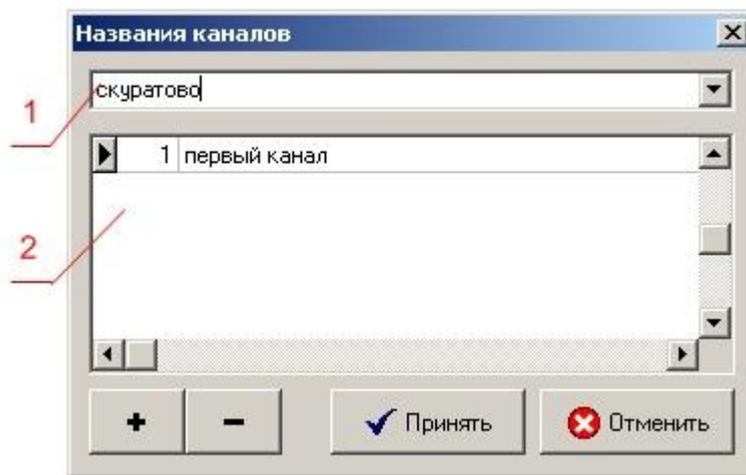

Рис. 37. Форма настройки названий каналов программы «Менеджер данных РСБП «Стрим»
- форма настройки названий каналов приведена на рис. 37. Эта форма позволяет пользователю изменить установленные ранее названия каналов расходомера на более осмысленные, например, "сток условно-чистых вод № 1", вместо "Канал 1". Заданное название отображается как в отчетах по журналу работы РСБП, так и в окне протокола работы программы. Вызвать форму на экран, можно выбрав пункт Опции-> Названия каналов главного меню программы
Так как каждый блок индикации может обслуживать до пяти измерительных каналов, после занесения его в таблицу опрашиваемых приборов необходимо уточнить, с какими именно измерительными каналами он работает. Для этого откройте пункт Опции-> Названия каналов главного меню программы. На экране отобразится форма ввода, приведенная на рис. 37. Кнопки «+», «-», «Принять» и «Отменить» функционально аналогичны рассмотренным ранее.
В выпадающем списке 1 (рис. 37) выберите название прибора, измерительные каналы которого вы хотите описать. Нажмите кнопку «+», чтобы добавить этому прибору измерительный канал. В появившуюся пустую строку табл. 2 внесите номер канала и его название, например «Выпуск № 3». Нажмите кнопку «Принять», чтобы сделанные изменения вступили в силу.